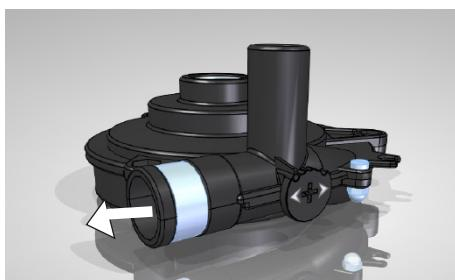

Fig. 7.6.1 Bomba configurada en la posición de circulación INTERNA.
- Circulación **INTERNA**: El agua sale de la bomba por el tubo horizontal (Ver fig 7.6.1). Con esta configuración se consigue una buena homogeneización de la temperatura en el líquido de la cubeta.